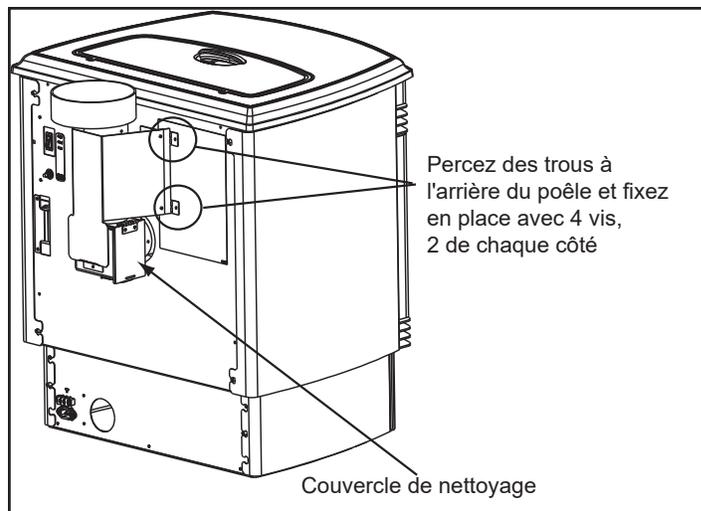

Figure 21.2
3. Percez 4 trous au moyen de la mèche no 26 (fournie) dans la face arrière de l'appareil en utilisant l'écran extérieur comme gabarit (assurez-vous que l'assemblage soit en position verticale). **Figure 21.2.**
7. Pour nettoyer l'adaptateur supérieur de ventilation, ouvrez le couvercle de nettoyage. **Figure 21.2.**